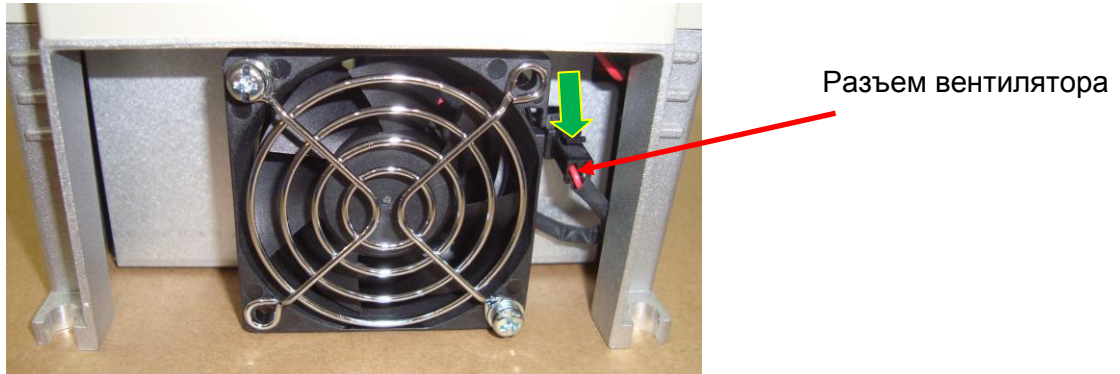

Рис. 4.11
4.11.1. У преобразователей частоты E5-P7500-005H...007H отсоединить разъем вентилятора от ответной части, предварительно нажав на защелку (зеленая стрелка, рис. 4.11). Подать напряжение =24 В от источника питания (п.3.4.2) на разъем вентилятора: «+» на контакт красного провода; «-» на контакт черного провода. При отсутствии вращения – вентилятор заменить согласно п.5.4.
4.11.2. У преобразователей частоты E5-P7500-010H выкрутить три винта крепления панели вентиляторов к радиатору (желтые стрелки, рис. 4.12, б). Сдвинуть панель вентиляторов в сторону, обеспечив доступ к разъемам вентиляторов (рис. 4.12, в). Отсоединить разъемы вентиляторов от ответной части, предварительно нажав на защелку аналогично указанному выше (желтая стрелка, рис. 4.11). Подать напряжение =24 В от источника питания (п.3.4.2) на разъем каждого вентилятора: «+» на контакт красного провода; «-» на контакт черного провода. При отсутствии вращения – вентилятор заменить согласно п.5.4.